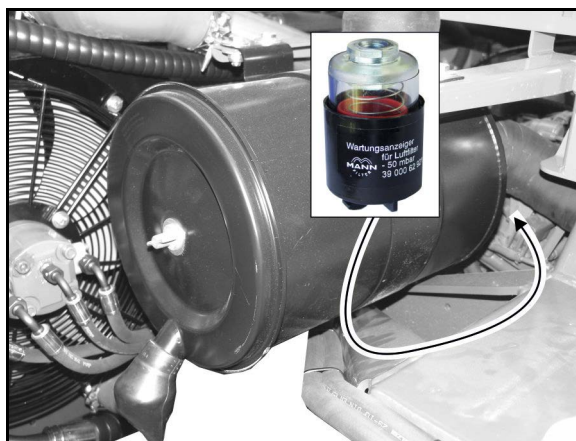

Fig. 167
2. Retirer la jauge à huile (Fig. 167/1) et la nettoyer avec un chiffon propre.
4. Ajuster le niveau en versant une huile recommandée dans l'ouverture (Fig. 167/2,3) si nécessaire.
5. Dévisser la vis de vidange d'huile (Fig. 167/4).